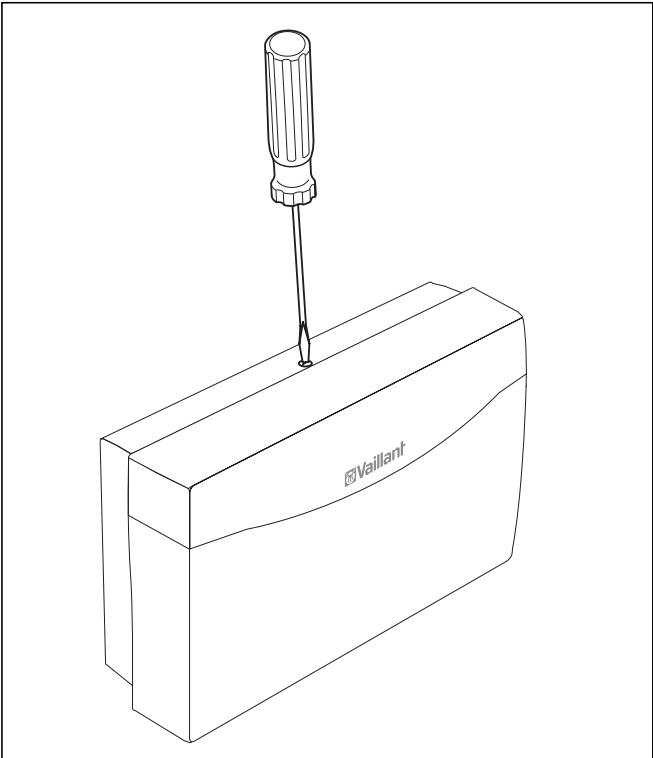

Fig. 5.1 Ouverture de la console
- ⇒ Dessinez les deux points de fixation à travers les orifices de fixation (1).
- ⇒ Vissez le couvercle de la console conformément à la Fig. 5.1.